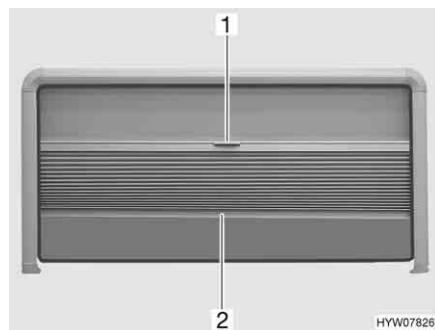

Fig. 68 Tendina oscurante pieghevole e zanzariera a rullo (finestra apribile)
**Chiusura:** ■ Afferrare la tendina oscurante pieghevole al centro dell'asta di chiusura (Fig. 68,2) e tirare delicatamente verso il basso.
**Apertura:** ■ Tenere la parte centrale dell'asta di chiusura (Fig. 68,2) della tendina oscurante pieghevole e spingere quest'ultima verso l'alto con cautela.
**Chiusura:** ■ Tirare la zanzariera a rullo verso il basso utilizzando la maniglia (Fig. 68,1).
**Apertura:** ■ Spingere la zanzariera a rullo completamente verso l'alto utilizzando la maniglia (Fig. 68,1).